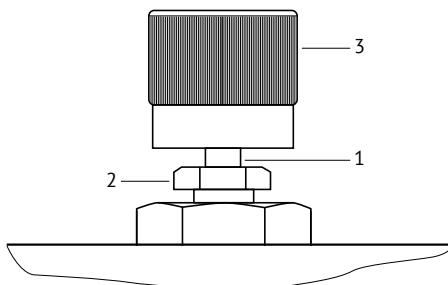

Рис. 3. Вентиль:
8.2 При ежедневном техническом обслуживании производят внешний осмотр, очищают от загрязнений и пыли сухой ветошью. Проверяют целостность резиновых уплотнений стоек, в случае их повреждений — заменяют. Проверяют наличие смазки на резьбовой части *вентилей 2* (*Рис. 3*), при ее отсутствии или недостаточном количестве произвести смазывание консистентной смазкой ЛИТОЛ — 24 ГОСТ 21150-87.
Нарушена герметичность уплотнения вентиля	Подтянуть прижимную втулку 2 (Рис. 3)